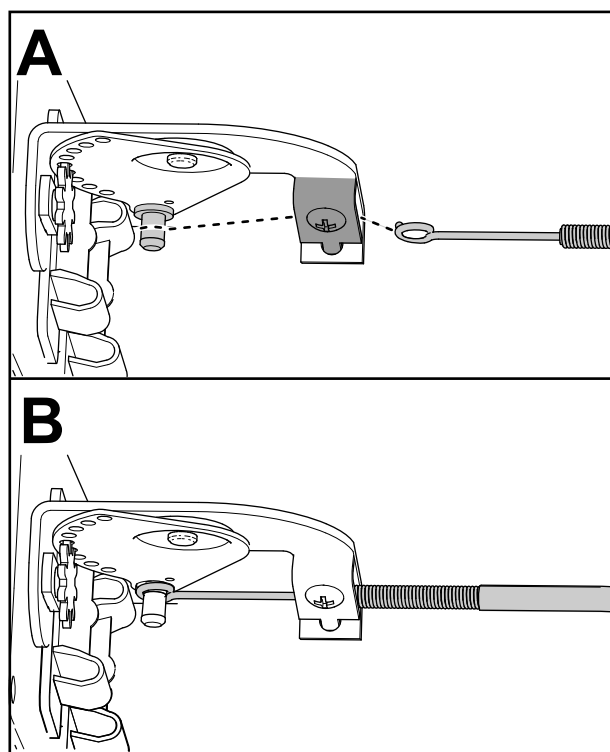

Bild 8
8. Vergewissern Sie sich, dass sich der Heizungsschalter in der mittleren Position befindet und schließen Sie ein Ende des Steuerkabels an der Rückseite des Heizungsschalters an (**Bild 8**).